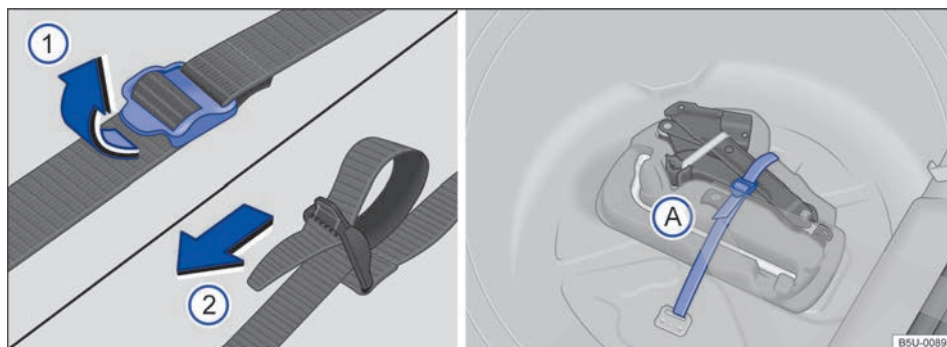

Fig. 154 En el maletero: cinta de fijación de la caja de herramientas y caja de herramientas de a bordo.
- Para soltar la cinta de fijación ⇒ fig. 154 (A), tirar de la hebilla en el sentido de la flecha (1).